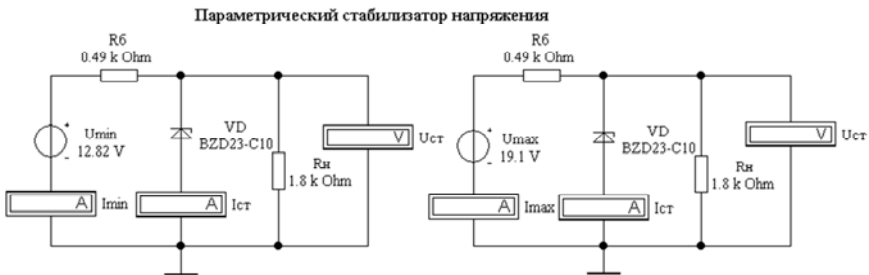

Рис. 17.4. Параметрический стабилизатор напряжения (файл **stab1.ewb**)
2. Исследование параметрических стабилизаторов напряжения. Проверить решение задачи 13.9 [2] в EWB (файл **stab1.ewb**, рис. 17.4), обратит внимание на содержимое окна *Description*. Рассчитать коэффициент стабилизации напряжения.